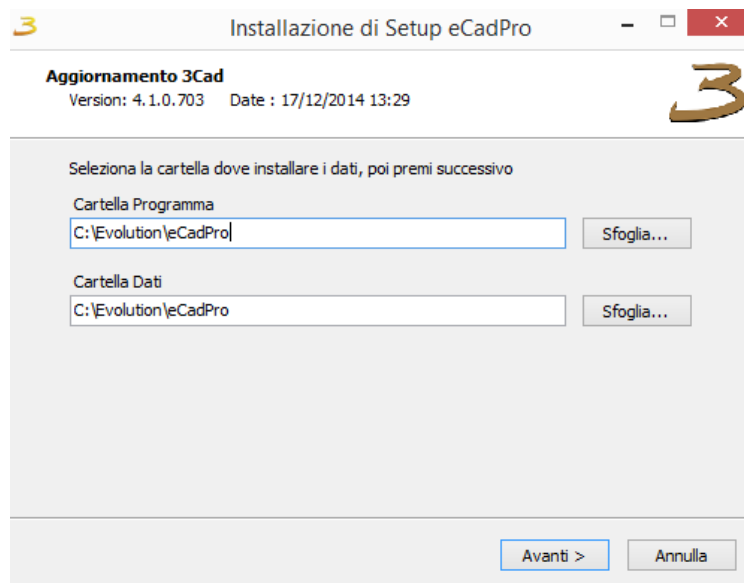

Figura 2.4: Selezione della cartella di installazione
- b) Se si desidera utilizzare la cartella proposta nel menu di Avvio/Start fare click su **Avanti**, altrimenti scegliere un'altra cartella, figura 2.4.